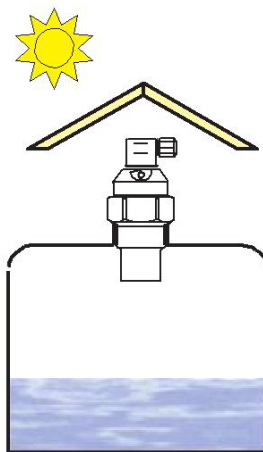

Рис. 12: Кожух для защиты от прямого солнечного излучения
- Если невозможно избежать установки в месте с прямым солнечным освещением, необходимо над уровнемером установить защитный кожух (рис. 12).